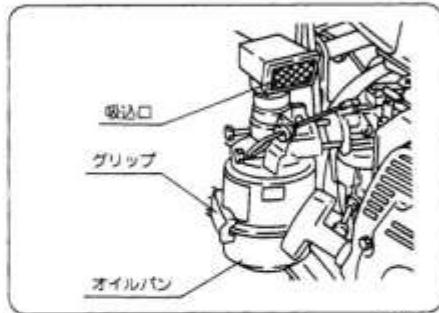

図36
- ①グリップを外し、オイルパンおよびエレメントを取り外してください。（図36）
- ④エアクリーナの吸込み口をホコリの少ない方向（ハンドル側）に向けてください。（図36）